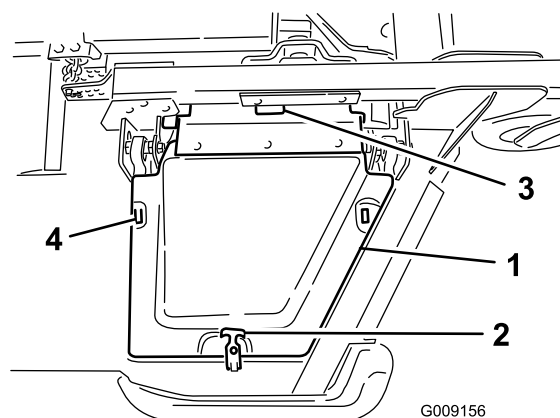

Рисунок 6
8. Установите и закрепите посредством резинового фиксатора крышку винглета деки (Рисунок 6).